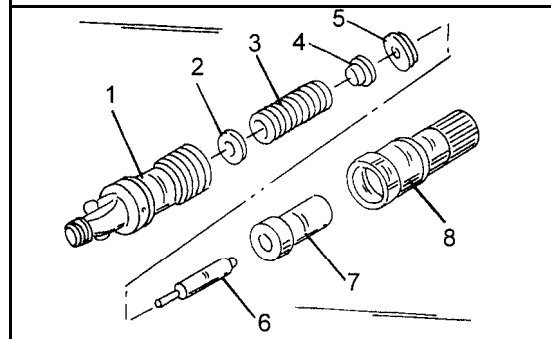

Bild 223
- Den Düsenkörper mit Düsennadel herausnehmen sowie den Düsenhaltereinsatz, den Druckbolzen, die Druckfeder und das Stahlplättchen. Die Teile einer Einspritzdüse sind in Bild 223 gezeigt.